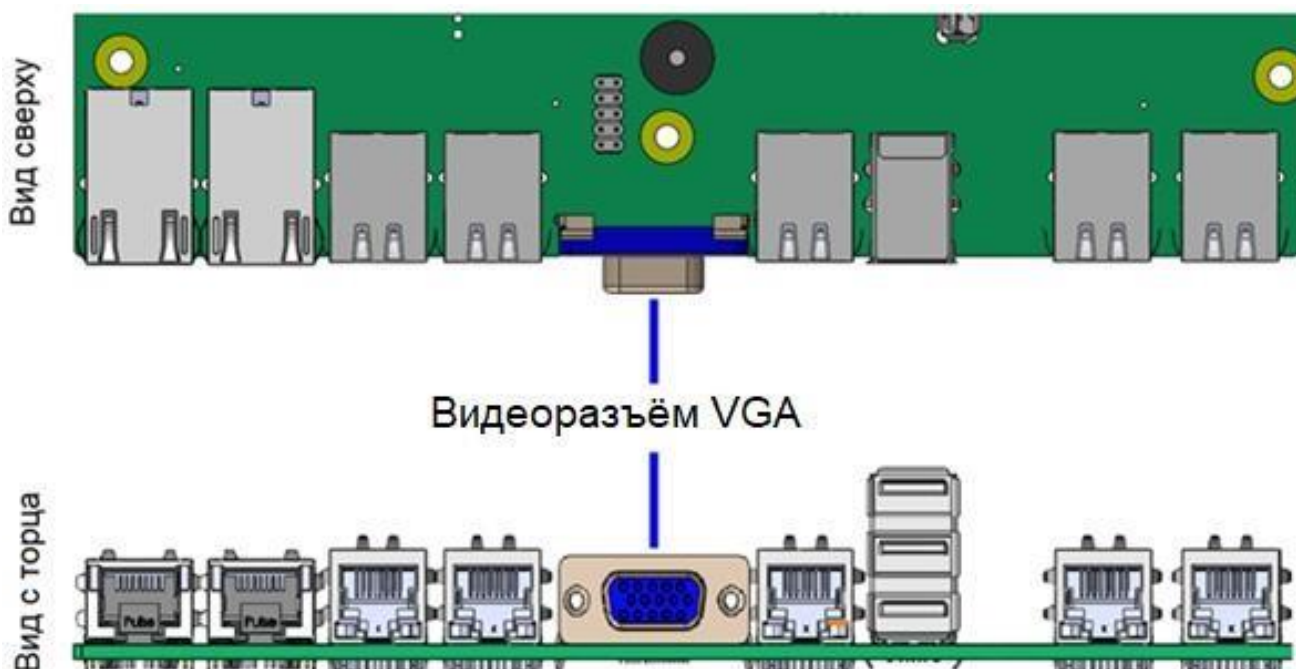

Рисунок 44. Стандартный 15-контактный видеоразъём
1. Стандартный 15-контактный видеоразъём, расположенный на задней стороне серверной платы (рис. 44).